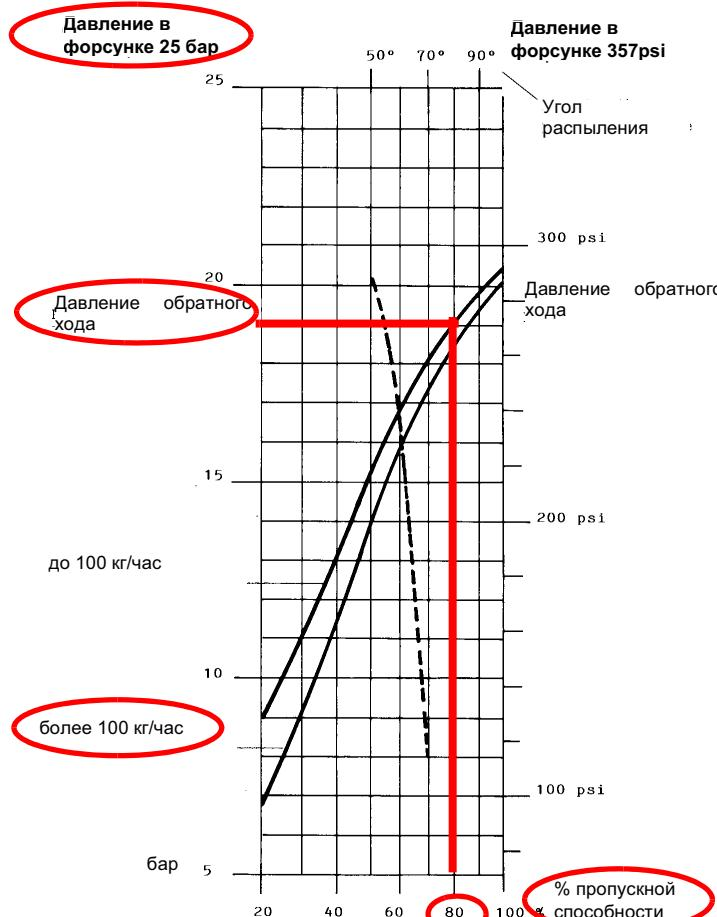
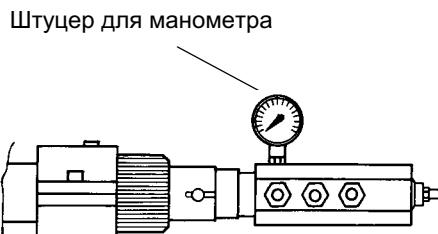

Рис. 17
Рис. 19
Расход дизельного топлива регулируется за счет выбора форсунки (противопоточного типа), соответствующего мощности котла и типу применения размера, а также регулировки давления на прямом и обратном ходе жидкого топлива, согласно данных, указанных в таблице и на графике на Рис. 17 (для считывания давления - читайте последние параграфы).
**Пример** : 80% номинального расхода на форсунке можно получить, если установлены форсунки с расходом более 100 кг/час, при давлении на обратном ходе примерно равном 18 бар (см. график на Рис. 17).
- 9 Давление питания форсунки уже отрегулировано заранее на заводе-изготовителе и не должно изменяться. Только в случае необходимости, отрегулировать давление питания (см. соответствующий параграф) следующим образом: установить манометр в положение, указанное на Рис. 19, воздействовать на регулировочный винт **VR** насоса (см. Рис. 18) до получения на форсунке давления в 25 бар (форсунки Fluidics - см. график на Рис. 17);
- 13 Сместить кулачок IV (малое пламя на мазутном топливе) в сторону минимальной мощности, с тем, чтобы сервопривод начал закрываться, до тех пор, пока два подшипника не совместятся с регулировочным винтом, относящимся к самой низкой точке: закручивать винт **V2** для увеличения расхода, откручивать - для уменьшения, с целью получения значения давления, как на графике на Рис. 17, на основании требуемого расхода.